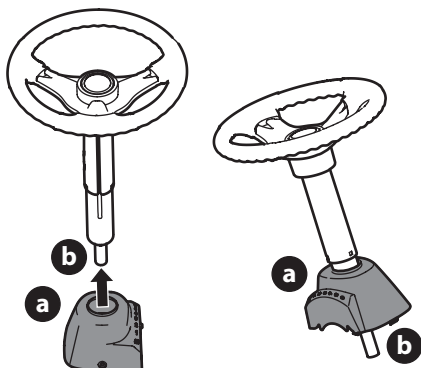

Figura 3
- Deslice la tapa del pedestal (a) sobre el eje de la dirección (b) de manera que dicho eje (b) se instale en el tractor cortacésped, la tapa del pedestal (a) quedará vertical como se indica en la Figura 3.